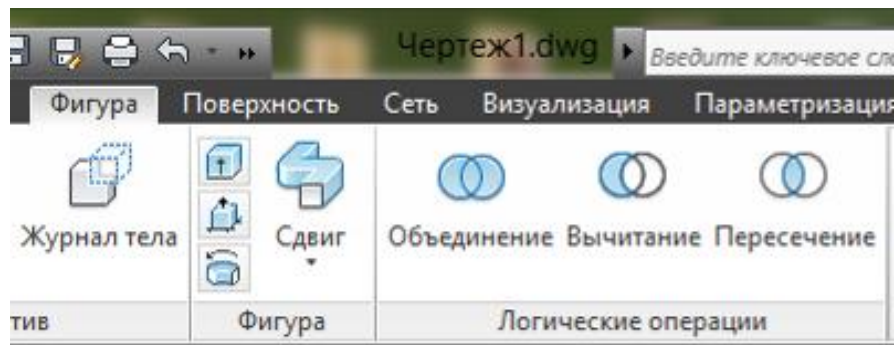

Рис. 17 – Логические операции
6.9 Для получения отверстий в детали использовать логическую операцию «ВЫЧИТАНИЕ»  (см. рис.17) и вычтем из большой области маленькие области.